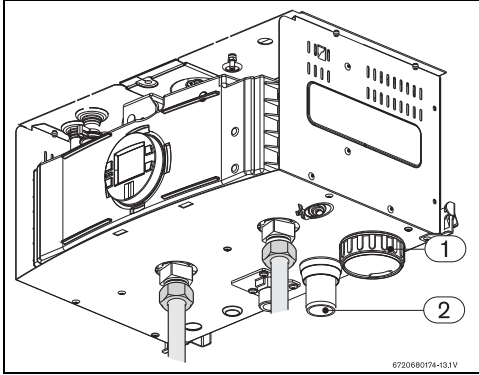

Fig. 24
Asegurar que las conexiones hidráulicas permiten el acceso a la tapa de condensados (Fig. 24 , pos. 1).